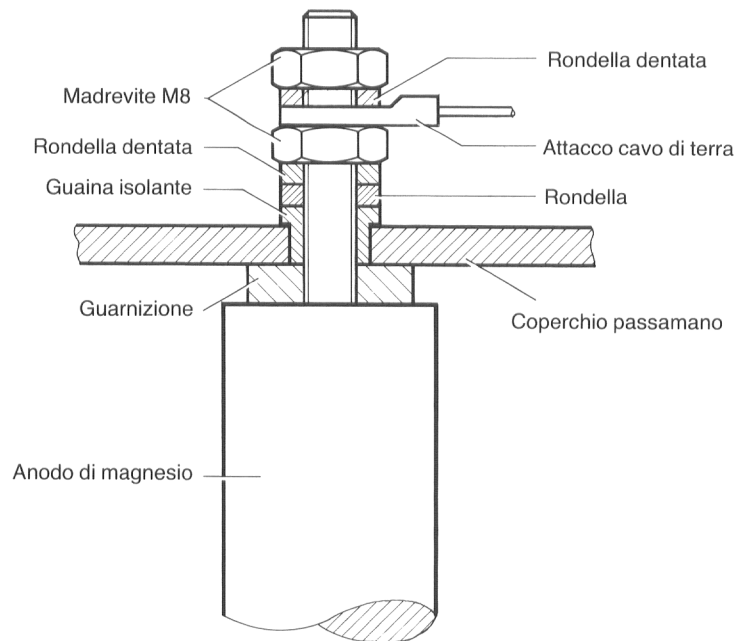

Fig. 4
5. Sostituire l'anodo usato con il nuovo secondo le indicazioni di fig. 4.